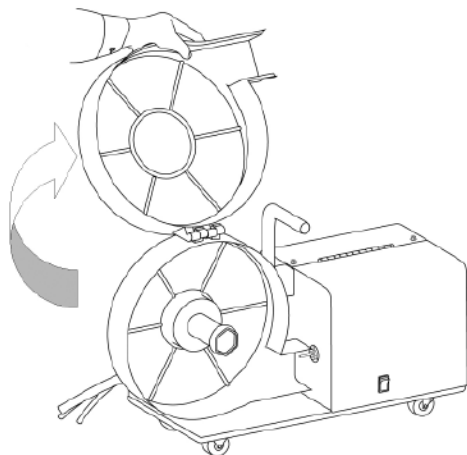

Рис. 8.4.1. Открытие дверцы защитного кожуха.
1. Откройте защитный кожух сварочной проволоки (см. рис. 8.4.1).